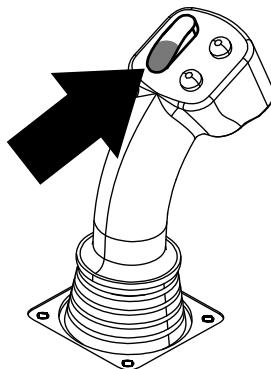

Figura 39
11. Mantenga pulsada la sección inferior del interruptor basculante (Figura 39) hasta que los brazos de carga giren hacia atrás y el conjunto de leva vuelva a su posición de reposo (fila (4)Figura 40).